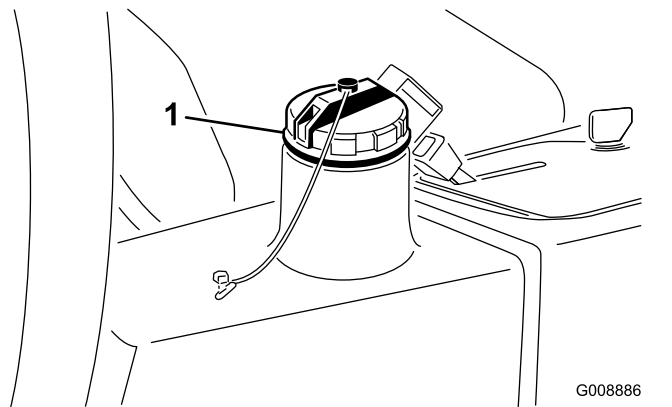

Bild 29
2. Reinigen Sie den Bereich um den Einfüllstutzen und den Deckel des Hydraulikölbehälters (Bild 29). Entfernen Sie den Deckel.